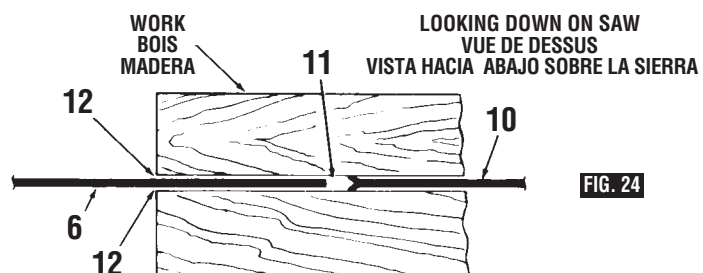
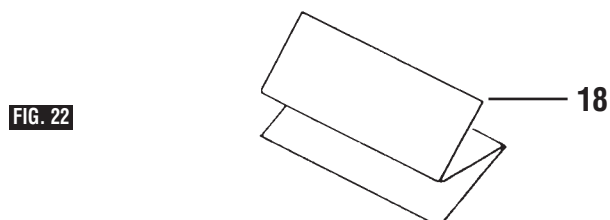

FIG. 24
FIG. 22
7. Using the fence **2** as a guide, align the spreader **6** with the plane of the sawblade. Since the spreader **6** is thinner by approximately three thicknesses of paper on each side than the width of the blade's KERF **11** (Fig. 24) you must make a temporary paper "spacing gauge". Make two folds in a small piece (6" x 6") of ordinary newspaper making three thicknesses (Fig. 22).
7. En vous servant du guide **2** pour vous guider, alignez le séparateur **6** par rapport au plan de la lame de scie. Comme le séparateur **6** est plus fin que la largeur de voie **11** de la lame d'environ 3 épaisseurs de papier par côté (Fig. 24), il vous faudra fabriquer une "cale d'épaisseur" temporaire. Faites deux plis dans un petit morceau (6 po x 6 po) de papier journal ordinaire pour en tripler l'épaisseur (Fig. 22).
7. Utilizando el tope-guía **2** como guía, alinee el separador **6** con el plano de la hoja de sierra. Como el separador **6** es más delgado aproximadamente tres grosores de papel en cada lado que la anchura de la SEPARACIÓN DE CORTE **11** de la hoja (Fig. 24), debe hacer un "calibre de separación" temporal de papel. Haga dos dobleces en un pedazo pequeño (6" x 6") de papel de periódico corriente, haciendo tres grosores (Fig. 22).